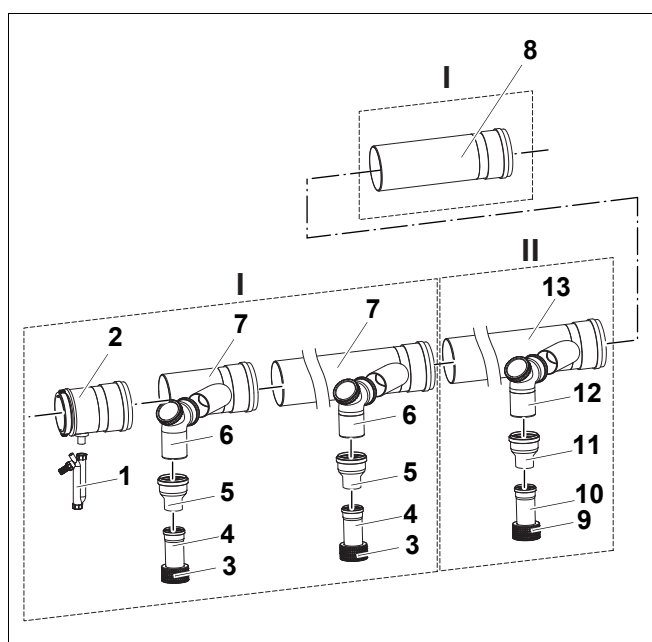

Рис. 2 Объём поставки основного (I) и дополнительного (II) комплектов – установка котлов в ряд
Оборудование, входящее в объём поставки основного комплекта (I) – установка котлов в ряд (рис. 2)
Оборудование, входящее в объём поставки дополнительного комплекта (II) – установка котлов в ряд (рис. 2)